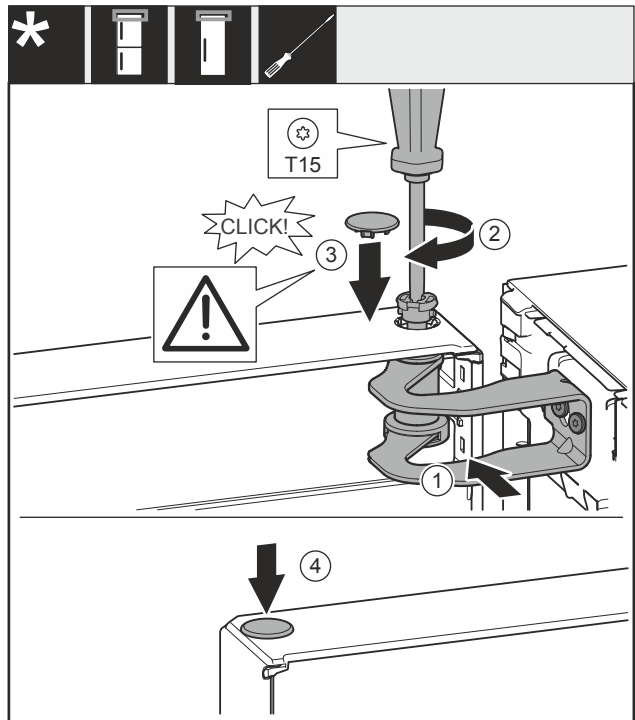

Fig. 35
- ▶ Igazítsa a csapágybak Fig. 35 (1) nyílásához az ajtót.
- ▶ Helyezze be a csapszeget Fig. 35 (2), és húzza meg csavarhúzóval.
- ▶ Helyezze be a fedelet Fig. 35 (3).
- ▶ Ellenőrizze, hogy a fedél Fig. 35 (3) felfekszik-e az ajtóra.
- ▶ Helyezze be a fedelet Fig. 35 (4).